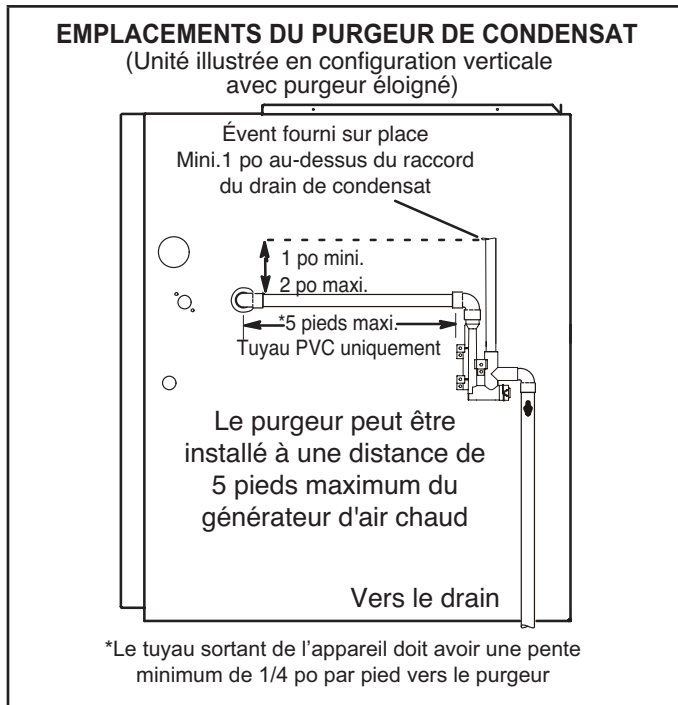
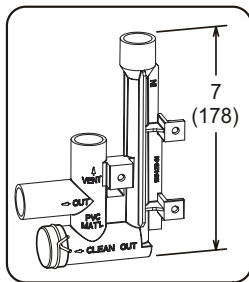

Figure 47
Figure 53
Cette unité est prévue pour une sortie à gauche ou à droite du tuyau de condensat en configuration ascendante. En configuration horizontale, le purgeur de condensat doit se prolonger en dessous du générateur. Prévoir un dégagement d'entretien de 8 po pour le purgeur. Voir les Figure 45 et Figure 47 pour les emplacements du purgeur de condensat. La Figure 53 illustre le piège avec tuyau en PVC de 1/2 po ou de 3/4 po.
- 3 - Installer le bouchon sur l'ouverture de nettoyage à la base du purgeur. Fixer avec le collier. Voir Figure 53.
- 4 - Installer le purgeur à l'aide des raccords PVC appropriés et sceller tous les joints. Coller le purgeur fourni comme illustré à la Figure 53. Acheminer le conduit de condensat jusqu'à un drain ouvert. La conduite de condensat doit maintenir une pente descendante de 1/4" entre l'appareil et le drain.